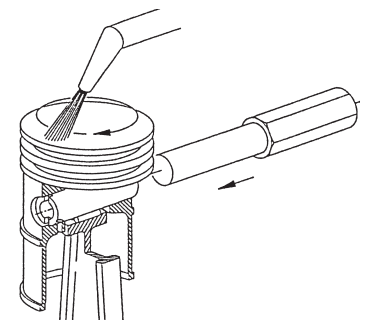

Bild 3
- Kolbenboden mit Heißluftpistole (200 °C) ca. 2 - 3 min gleichmäßig erwärmen. (Bild 3)
- Kolbenbolzen aus dem Kolben treiben (mit Durchtreiber mit Zapfen 08). (Bild 3)